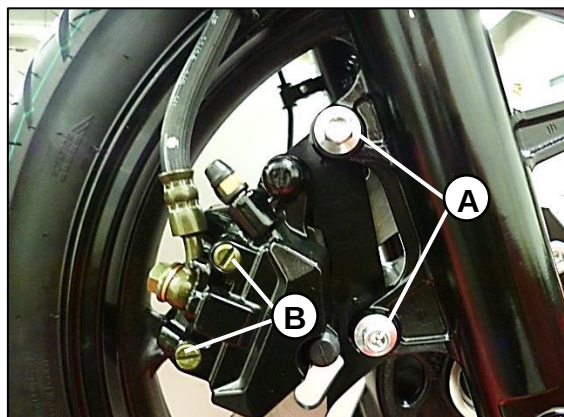

Fig. 06
Afloje los tornillos de sujeción del caliper (A) y los tapones pasadores de las pastillas (B). **Fig. 06**